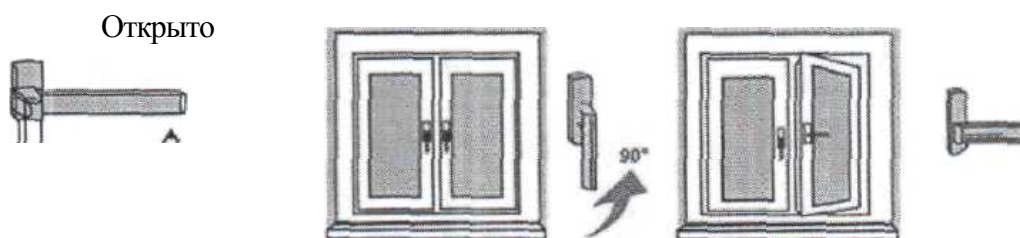

Рис.1 Открыто
2. Чтобы открыть (распахнуть) створку окна, **ручку поворачивают на 90 градусов в горизонтальное положение (положение «Открыто» на Рис. 1)**. При повороте ручки закрытую створку слегка прижимают к раме другой рукой (чуть выше ручки). Затем, потянув за ручку, створку распахивают (**сплошной режим - поворотное открывание**);